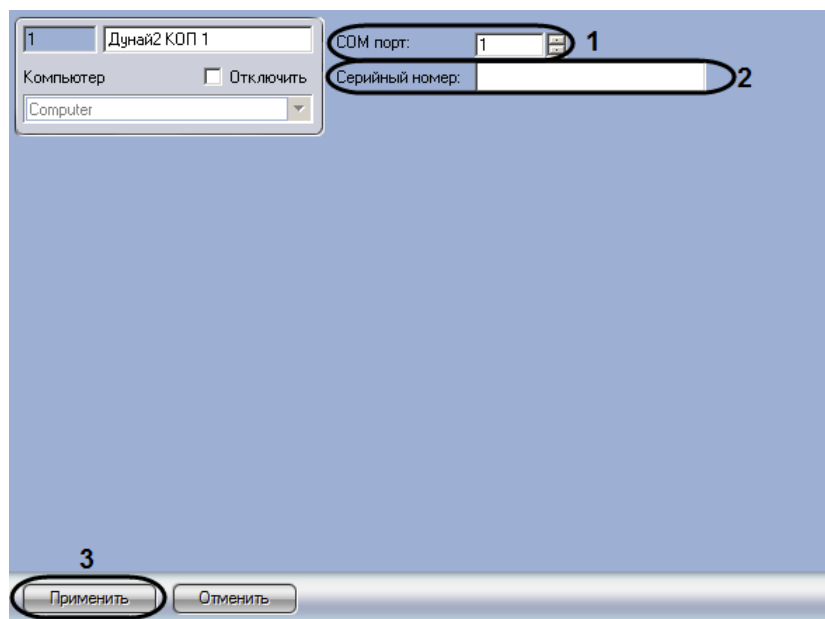

Рис. 3.2—2 Настройка подключения
2. В поле **COM-порт** указать с помощью кнопок **вверх-вниз** номер COM-порта подключения КОП (см. Рис. 3.2—2, 1).